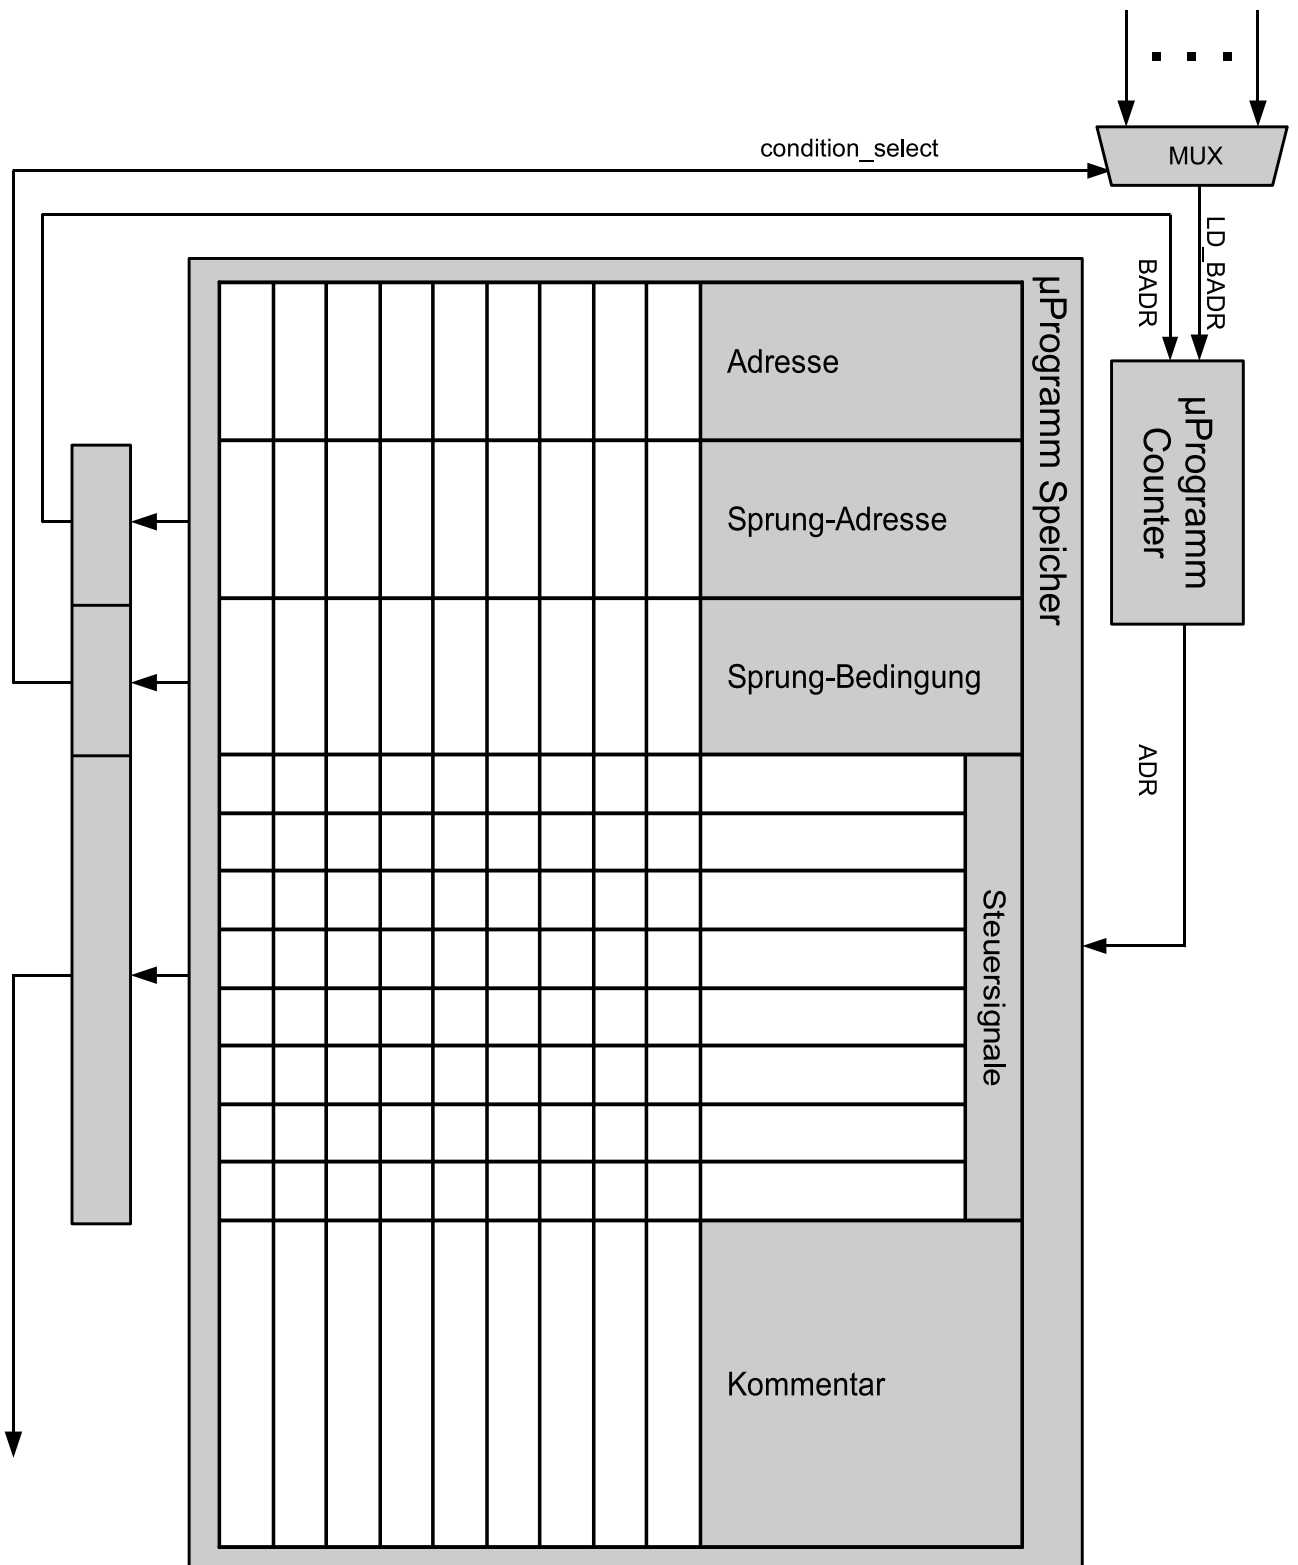

Abbildung 14: Logik des Steuerwerks
- (f) Vervollständigen Sie nun den Speicherinhalt in Abbildung 14 für das  $\mu$ Programm. Nutzen Sie Ihre Überlegungen aus Aufgabenteil e). Benennen Sie auch die Steuersignale in der Kopfzeile der Tabelle. (6 Punkte)